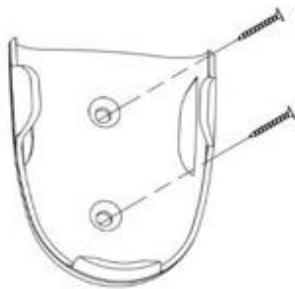

Fig. 12a
- 원하시는 벽에 나사 2개를 사용하여 리모컨 홀더를 고정해주세요. (Fig. 12a)